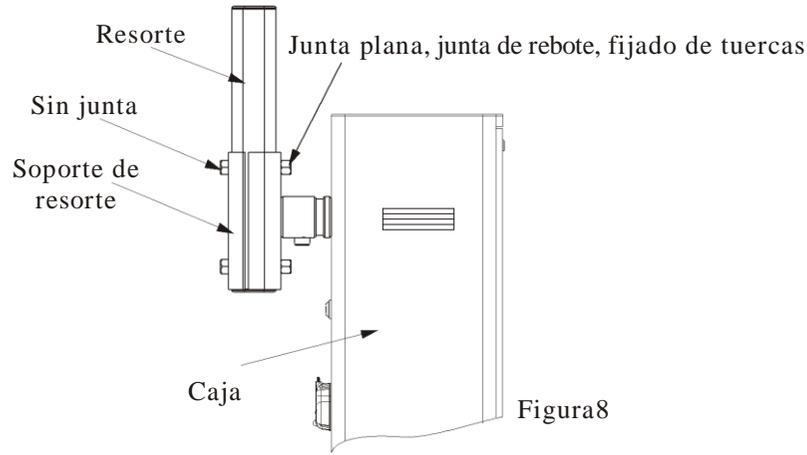

Figura8
C. Fije el resorte en el soporte, refiérase a la Figura8